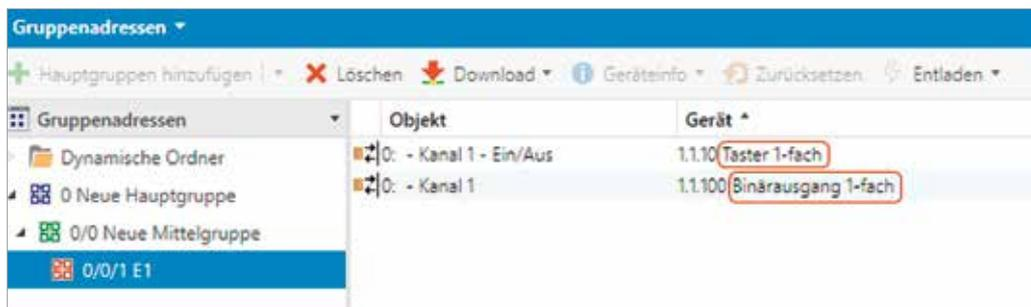

Bild 12. Ausgangssituation mit einem Aktor und einem Sensor in E1
1) Ausgangssituation, siehe Bild 12